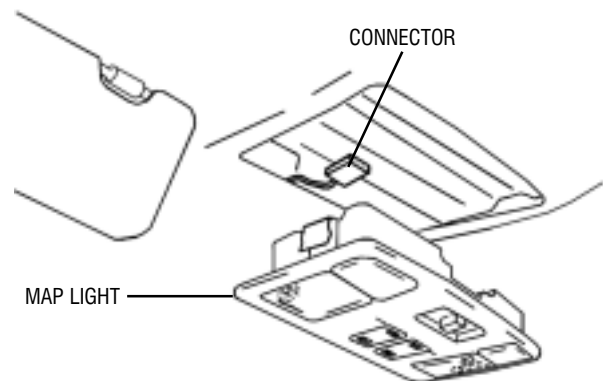

FIGURE 16
- 3.) DISCONNECT THE SMALL CONNECTOR. (SEE FIGURE 16)